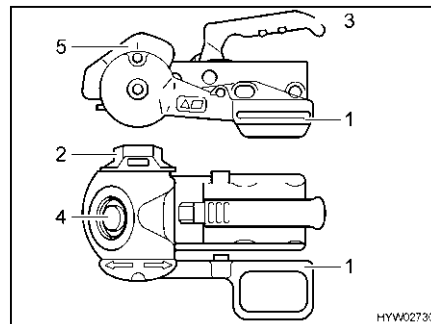

Fig. 2 Acoplamiento de seguridad AKS 1300
- Situar la palanca de estabilización (Fig. 2,1) en la posición superior.
- Girar la ruedecilla (Fig. 2,2) en sentido contrario a las agujas del reloj hasta alcanzar el tope de la posición de abierto.
- Tirar de la palanca de acoplamiento (Fig. 2,3) hacia arriba.
- Ejecutar control visual: El cilindro verde del indicador de seguridad (Fig. 2,4) debe estar visible.
- Empujar la palanca de estabilización hacia abajo hasta que la marca de la palanca de estabilización coincida con la de la carcasa de estabilización (Fig. 2,5).